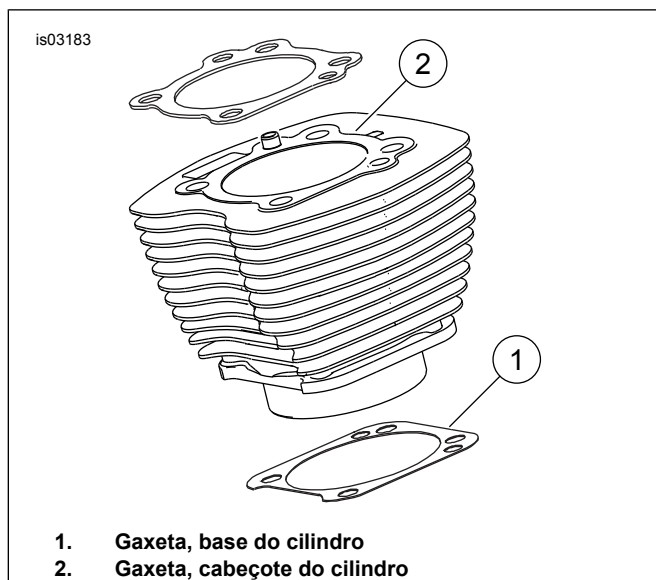

Figura 1. Gaxetas dos cilindros
- Veja Figura 1. A gaxeta da base do cilindro de 103 mm (4.060 in) (1) e a gaxeta do cabeçote do cilindro (2) eliminam a necessidade de anéis de vedação "o-ring". Não use anéis de vedação "o-ring" em pinos de encaixe do cilindro ou em bicos do cilindro.
- Ao instalar a nova gaxeta da base (1), instale-a com o lado com o ressalto para baixo e o lado côncavo para cima.